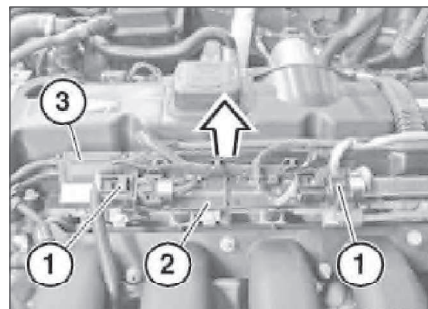

Рис. 6.222. Держатель.
- Расфиксировать держатель (2, рис. 6.222) и освободить из него ШС(1) и отстыковать ШС. Освободить из держателей (2) кабельный жгут и монтажную планку (3). Снять держатель с распределительной магистралью. Монтажную планку (3) снять в направлении, указанном стрелкой.